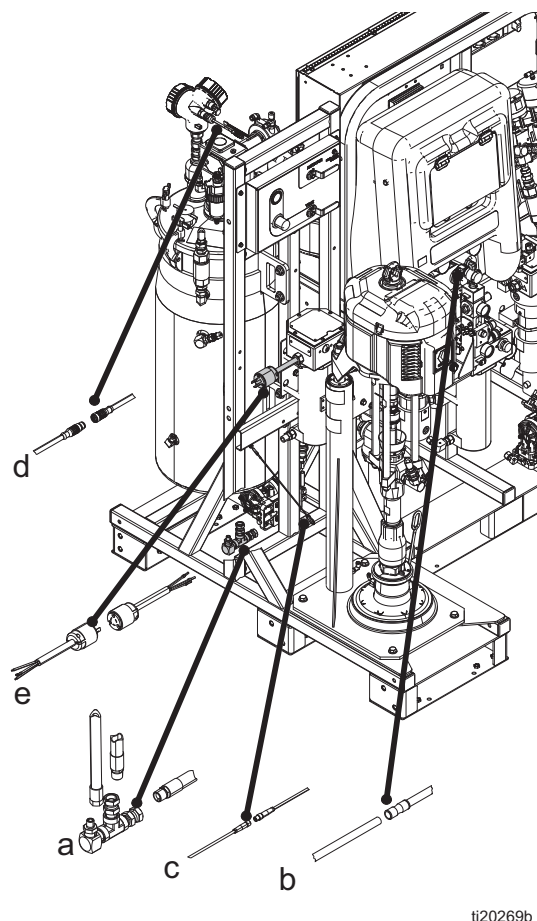

Рис. 15
- а. Подключите красный шланг для сжатого воздуха 1/2 дюйма к шарнирному соединению. См. пункт "а" на Рис. 15.
- б. Подключите сигнальную пневматическую трубу с внешним диаметром 1/4 дюйма к трубе с трубным соединителем. Это сигнал управления насосом подачи. См. пункт "b" на Рис. 15.
- в. Подключите небольшой кабель с разъемом M8 к сопрягаемому разъему M8. См. пункт "c" на Рис. 15.
- д. Подключите большой кабель с разъемом M12 сопрягаемому разъему M12. Это подключение датчика уровня. См. пункт "d" на Рис. 15.